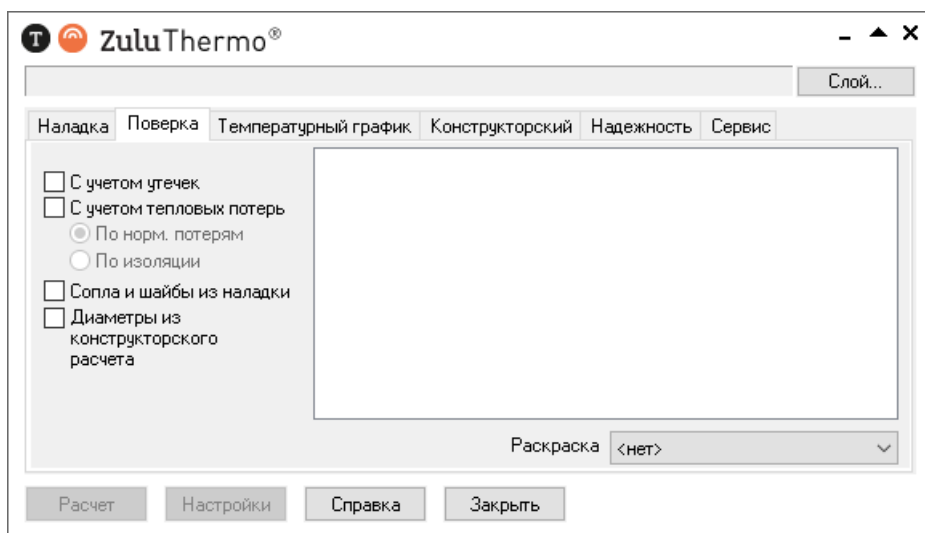

Рисунок 11.2. Вкладка «Поверка» диалога теплогидравлических расчетов
1. Выполните команду главного меню Задачи|ZuluThermo или нажмите кнопку  панели инструментов. Откроется окно теплогидравлических расчетов (смотрите Рисунок 11.2, «Вкладка «Поверка» диалога теплогидравлических расчетов»).